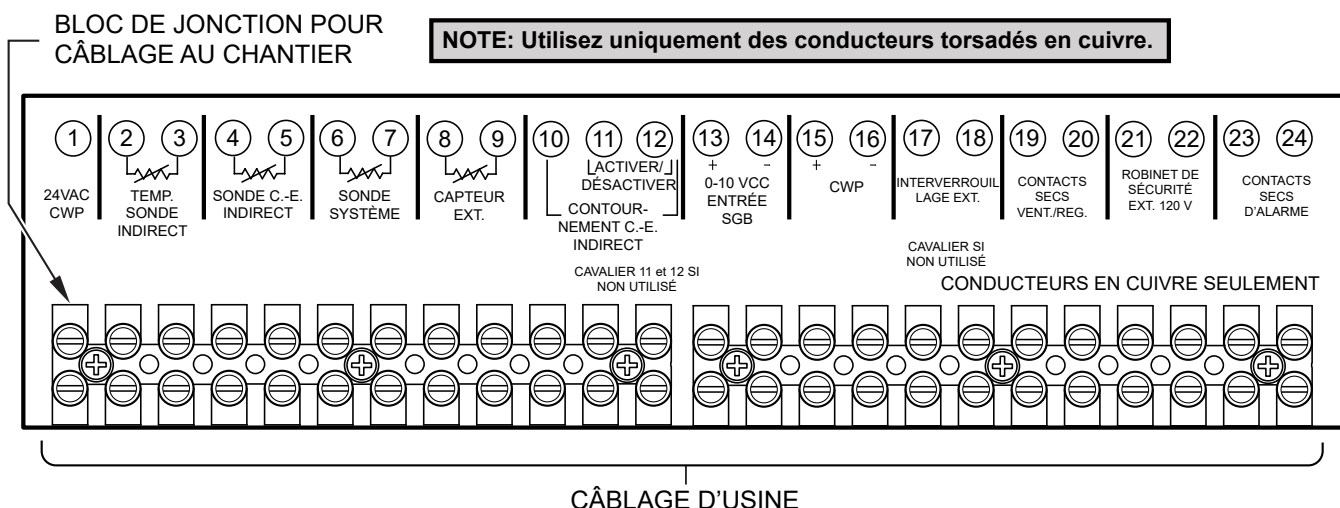

Figure 29. Câblage basse tension
Les sondes, dispositifs d'interverrouillages, relais et contacts d'alarme, sont alimentés par l'entremise du bornier basse tension à l'avant de l'appareil, comme indiqué à la **Figure 29**.
Raccordez les câbles Enable/Disable au bornier de l'appareil (bornes 11 et 12), comme illustré à la **Figure 29**. Toute fermeture des contacts secs, notamment ceux d'un thermostat distant, reliés à ces bornes, mettra l'appareil en marche.
1. Si le système doit comporter un capteur extérieur, connectez les fils du capteur aux bornes (8 et 9) marquées OUTDOOR SENSOR, voir **Figure 29**.
- Pour activer cette fonction de commande à distance, réglez le micro-interrupteur DIP 5 à la position UP sur la carte PIM. Le micro-interrupteur DIP 5 bascule entre un signal EMS (UP) ou le signal VERSA (DOWN).
- Le micro-interrupteur DIP 2 de la carte PIM bascule entre une entrée Direct Drive (UP) et une température de consigne cible (DOWN).
- Connectez un système de gestion du bâtiment ou tout autre module de commande auxiliaire aux bornes marquées 0-10V (+/-), voir **Figure 29**. Portez une attention particulière pour éviter que toute partie du circuit +0-10 V n'entre en contact avec une surface mise à la terre.
2. Connectez le débitmètre de la boucle secondaire aux bornes 6 et 7 du bornier de l'appareil principal, voir **Figure 29**.
3. Connectez le capteur de température extérieur aux bornes 8 et 9 du bornier de l'appareil principal, voir **Figure 29**.
4. Connectez le câblage Enable/Disable aux bornes 6 et 7 du bornier de l'appareil principal. Cette connexion doit être fournie par la fermeture des contacts secs, voir **Figure 29**. L'application d'une tension de 24 VCA à ces bornes entraînera la fonte du fusible de la carte PIM.
Il est possible de raccorder une sirène ou un clignotant aux contacts d'alarme du bornier. Les bornes de l'alarme sont des contacts secs d'une capacité de 3A devant être raccordés à un relais normalement ouvert qui se referme en cas de panne ou de verrouillage. La tension maximale à travers ces contacts est de 30 VCA ou 30 VCC, voir **Figure 29**.